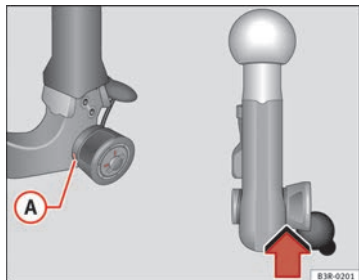

Abb. 168 Abnehmbare Anhängervorrichtung: Sicherheitsüberprüfung
- Überprüfen Sie, ob sich die grüne Markierung (A) ⇒ Abb. 168 am Handrad im Bereich der schwarzen Kennzeichnung an der Kugelstange befindet.